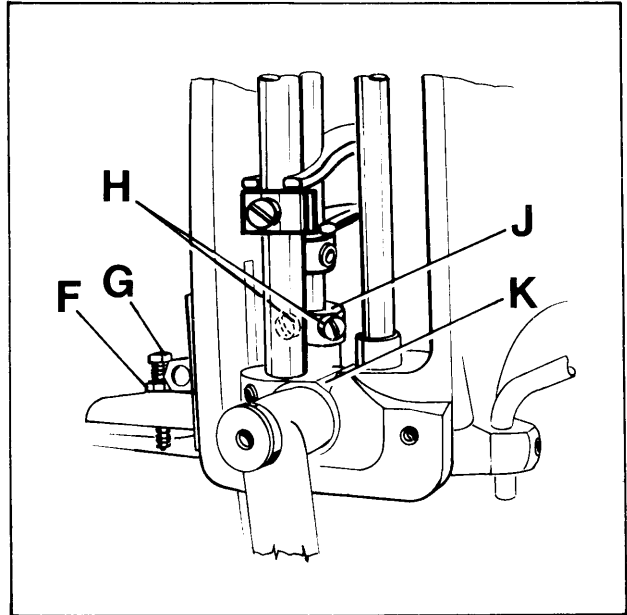

Fig. 20
For setting the small gap between the feed dogs loosen nut (F, Fig. 20). Turning in screw (G) increases the gap, turning it out decreases the gap. Retighten nut (F).
Zum Einstellen des Luftspalts zwischen den Transporteuren lösen Sie die Mutter (F, Fig. 20). Eindrehen der Schraube (G) vergrößert den Luftspalt, Herausdrehen verkleinert ihn. Ziehen Sie die Mutter (F) wieder an.